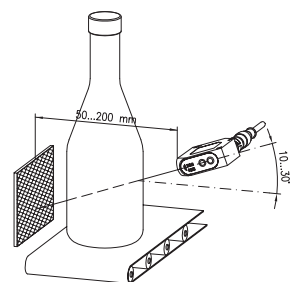

Fig. 9
- En mode par éclairage, monter la bande réfléchissante RF 10C\* en face du capteur de couleur de manière à ce que le point d'impact du rayon lumineux se trouve au centre de la bande (fig. 9).